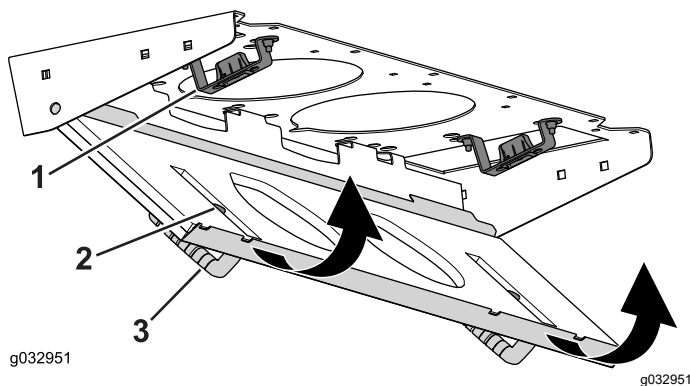

Figura 136
4. Rode o painel de filtro em volta das patilhas até que a lingueta entre no conjunto de montagem do trinco (Figura 136).